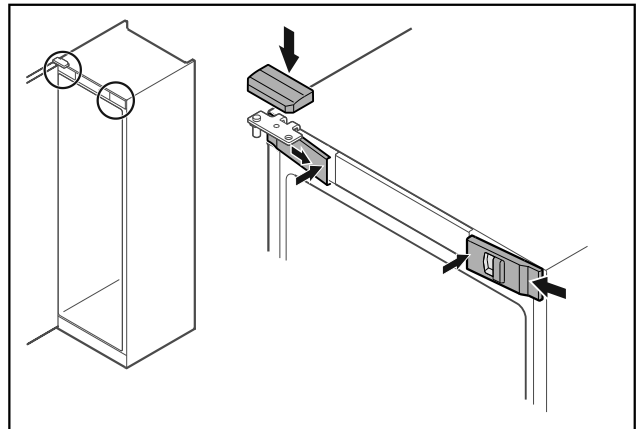

Fig. 50
- ▶ Přední kryty Fig. 50 (1) bočně zahákněte a zaklapněte dovnitř.
- ▶ Horní kryt Fig. 50 (2) shora zaklapněte.